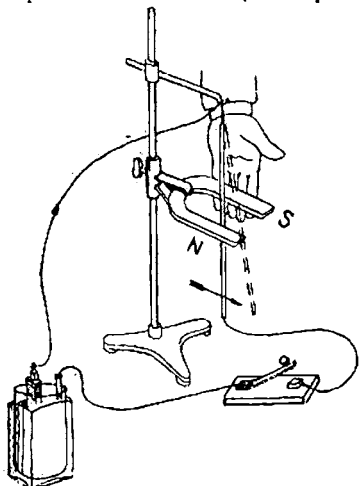

Fig. 4. — Magnetul deviază curentul electric
d) Luăm un magnet în formă de potcoavă și-l fixăm cum se arată în fig 4. Atârnam apoi între ramurile magnetului o sârmă subțire și îi legăm capetele la bornele pilei.